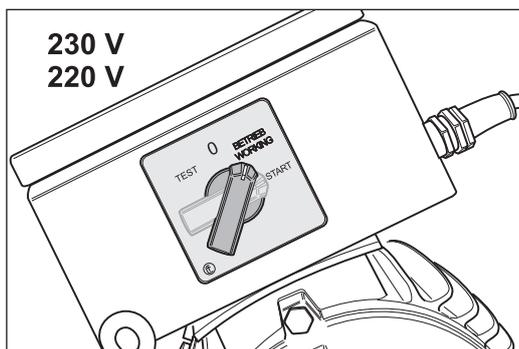

Abb. 12 Nachdem der Motor die volle Drehzahl erreicht hat, den Schalterknopf loslassen. Er nimmt automatisch die Position -BETRIEB (WORKING)- ein.
- 3 Nachdem der Motor die volle Drehzahl erreicht hat, lassen Sie den Schalterknopf los. Er nimmt automatisch die Position -BETRIEB (WORKING)- ein (Abb. 12).